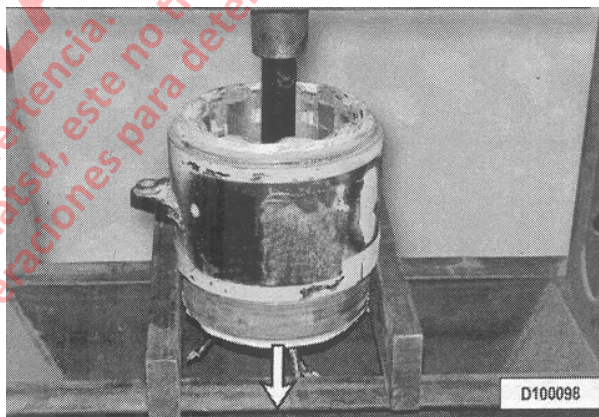

FIGURA 10-86.
9. Ponga el conjunto de la estructura en una prensa hidráulica y retire el estator fallado. La Figura 10-86 muestra el estator del extremo de mando que se está desmontando.